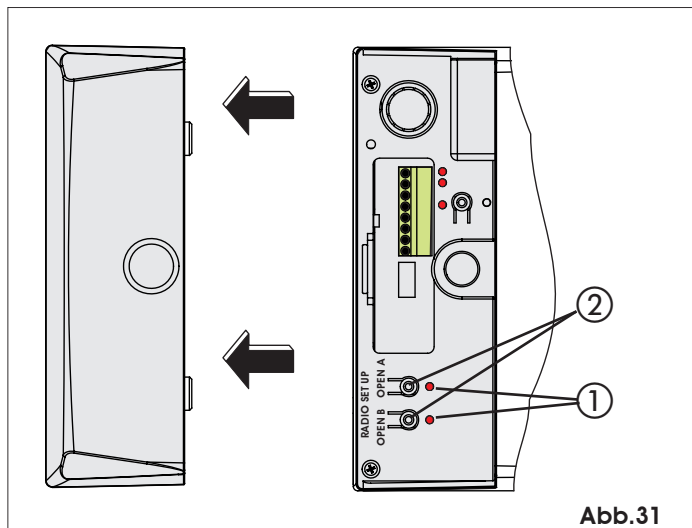

Abb.31
- 2) Die Taste OPEN A oder OPEN B eine Sekunde lang drücken (Abb. 31 Bez. ②), um bzw. die vollständige oder Teilöffnung einzuspeichern.
- 3) Die entsprechende LED (Abb. 31 Bez. ①), beginnt 5 Sekunden lang zu blinken.
- 4) Die Taste OPEN A oder OPEN B eine Sekunde lang drücken (Abb. 31 Bez. ②), um bzw. die vollständige oder Teilöffnung einzuspeichern.
- 2) Die Taste OPEN A oder OPEN B eine Sekunde lang drücken (Abb. 31 Bez. ②), um bzw. die vollständige oder teilweise Öffnung einzuspeichern.